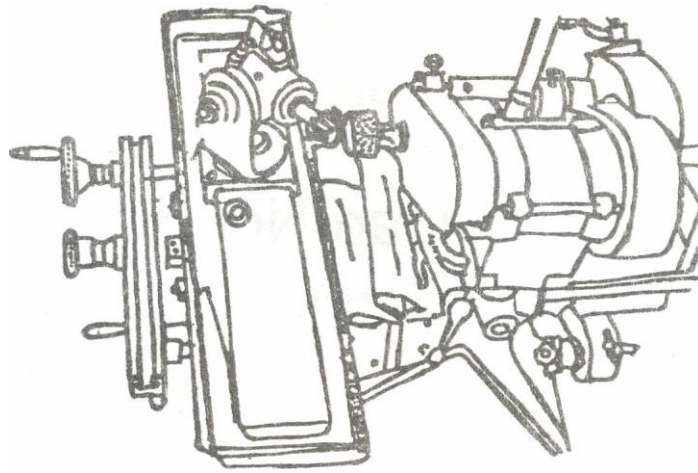

Fig.60
2. Posicionar superficie de incidencia de la herramienta (Fig. 60).